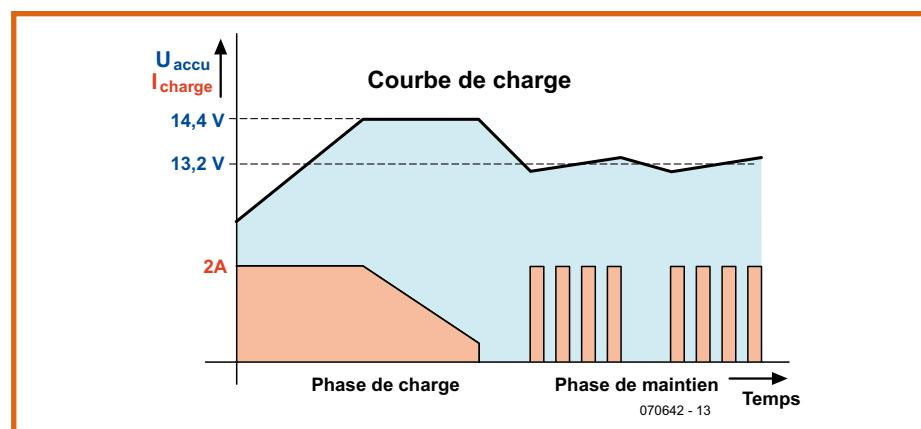

Figure 1. Courbe de charge I_UoUp.
- charge et entretien de la batterie d'accumulateurs au plomb suivant une courbe de charge IU_{OUP} (voir **figure 1**) ;